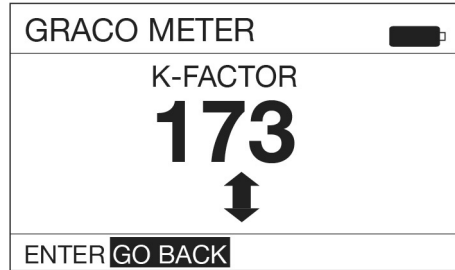

FIG. 20
3. Aparecerá la pantalla de ajuste del factor K que se muestra en la FIG. 20.